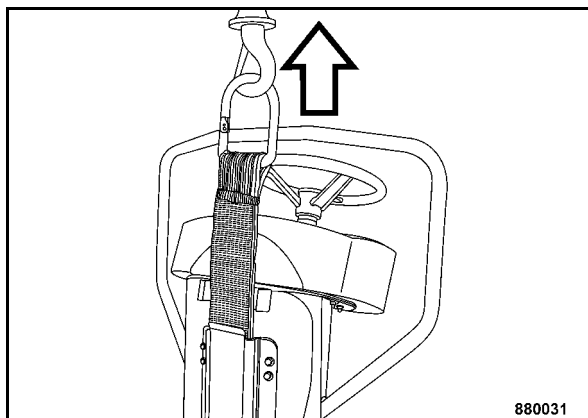

Fig. 82
- Para alzar la máquina hay que sacar la armella de elevación del soporte y enchancar el equipo de elevación (Fig. 82).